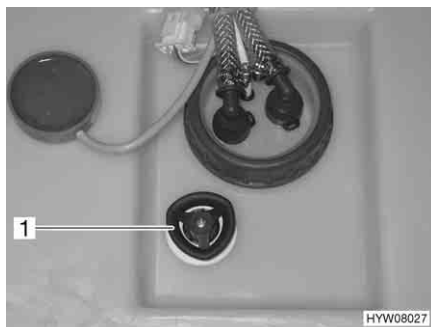

Fig. 145 Serbatoio dell'acqua con maniglia girevole
- Sul serbatoio dell'acqua, ruotare la maniglia girevole (Fig. 145,1) in senso orario fino all'arresto.
- Sul serbatoio dell'acqua, ruotare la maniglia girevole (Fig. 145,1) in senso antiorario fino all'arresto. L'acqua fuoriesce fino a ca. 20 litri.
- Sul serbatoio dell'acqua ruotare la maniglia girevole (Fig. 145,1) in senso antiorario, oltre la resistenza verso l'esterno fino all'arresto, per aprire completamente l'apertura di scarico.